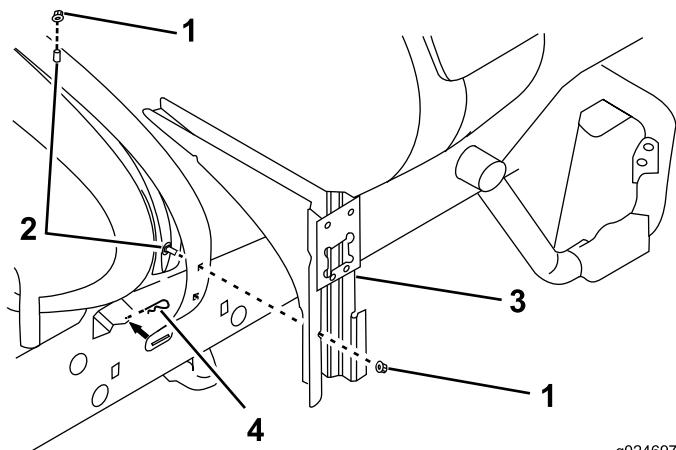

Figura 10
- Instale 2 pernos de cuello cuadrado en el fleje derecho del depósito (Figura 10).
- Monte el soporte de la válvula en los pernos de cuello cuadrado instalados anteriormente con 2 tuercas con arandela prensada (Figura 10).